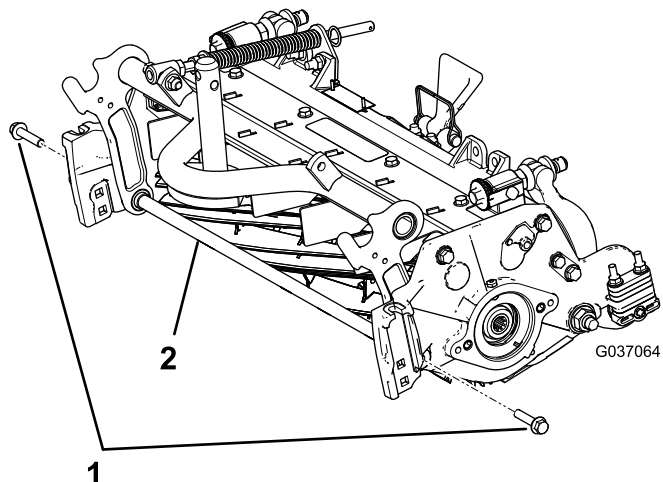

Figure 5
- A. Retirez les 2 boulons à embase qui fixent la tige de support et déposez la tige (Figure 5).